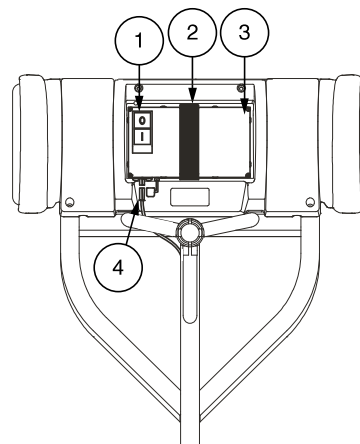

Figura 12. Pacco Batteria
- Premere il pulsante di accensione sul pacco batteria per accendere lo scooter. Il pulsante di accensione funge anche da interruttore di rete principale. **Vedere figura 12.**
Vedere figura 12.